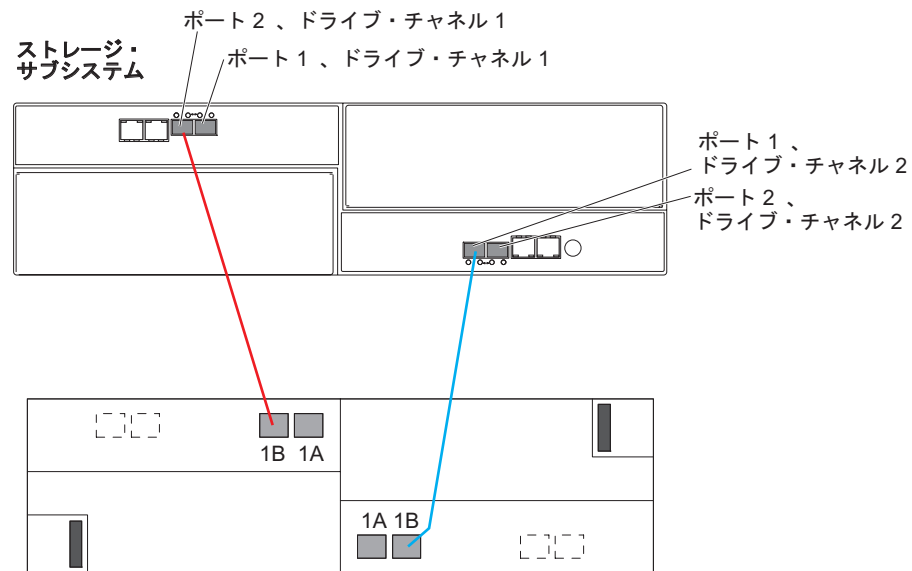

図 36. 1 つの DS3950 と 1 つのストレージ拡張エンクロージャーのケーブル接続
1 つの DS3950 ストレージ・サブシステムを 1 つのストレージ拡張エンクロージャーにケーブル接続する場合、図 36 に正しいケーブル接続トポロジが示してあります。
**注:** 図 36 は、DS3950 とストレージ拡張エンクロージャーの間のドライブ・チャネル接続を示しています。図 36 は、ケーブル接続図として使用しないでください。特定のケーブル配線手順については、75 ページの『DS3950 ストレージ・サブシステムおよびサポートされるストレージ拡張エンクロージャー・ドライブのケーブル接続方式』の指示に従ってください。